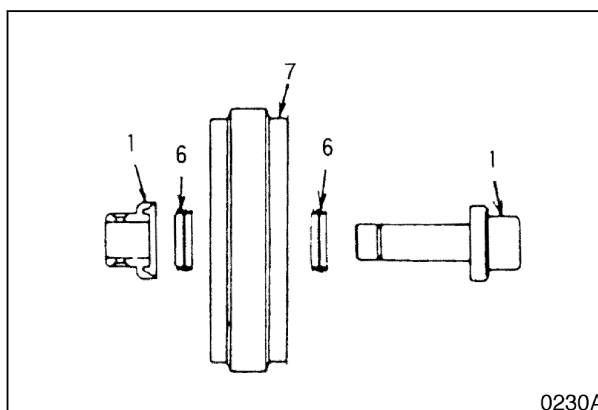

Рис. 27
4. Установите групповое уплотнение (6, рис. 27) в направляющее колесо (7) и подшипник (1).